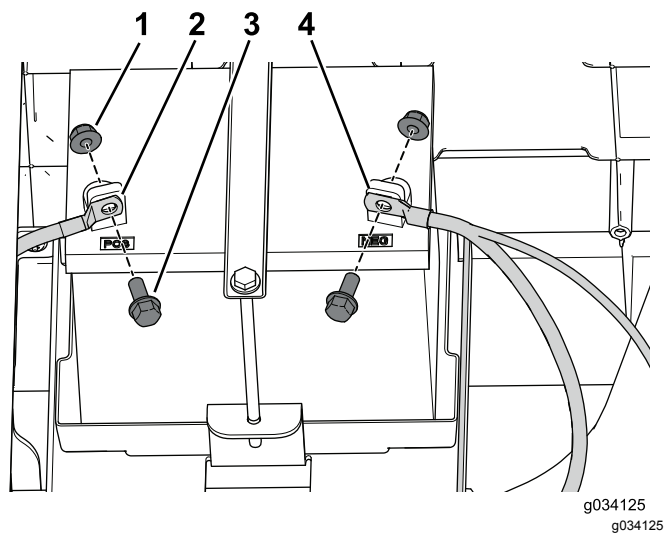

图7
7. 先后从电池上断开负极 (-) 接线和正极 (+) 接线图7。
3. 用先前卸下的 2 个螺栓和 2 个螺母固定电池接线并连接电池端子 图7。